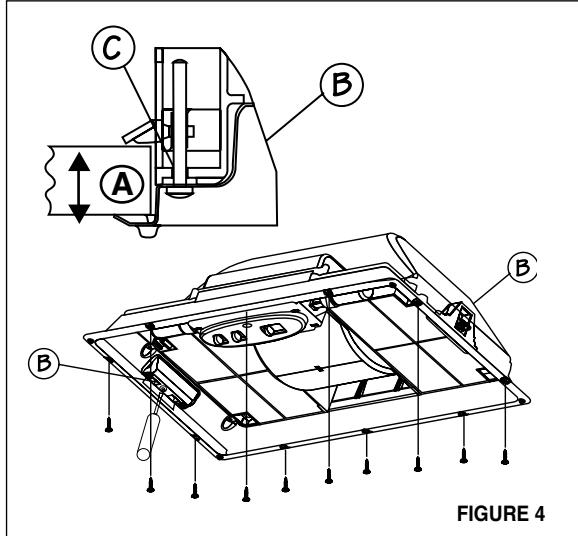

FIGURE 4
- Installer la hotte sur l'armoire à l'aide de deux fixations à ressort, une de chaque côté de la hotte (**B de la FIGURE 4**). Utiliser un tournevis Phillips et serrer la vis de réglage (**C de la FIGURE 4**) tandis que les fixations s'attachent fortement à la surface. Si l'épaisseur du bas de l'armoire est MOINS de 3/4 po., installer bloc de bois pour remplir l'espace.
- AUSSI installer la hotte sur l'armoire à l'aide des 10 vis fournies (**FIGURE 4**).